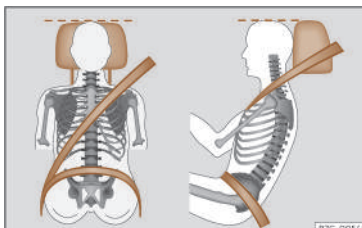

Fig. 15 Nastro della cintura e poggiatesta posizionati correttamente.
- Regolare il poggiatesta portando il suo bordo superiore alla stessa altezza della parte superiore della testa, in nessun caso mai sotto l'altezza degli occhi¹⁾. Tenere la nuca quanto più vicino possibile al poggiatesta >>> **fig. 15**.
- Regolare il sedile longitudinalmente in modo da poter premere completamente i pedali tenendo le ginocchia leggermente piegate e in modo tale che la distanza tra l'area del ginocchio e il cruscotto sia di almeno 10 cm (4 pollici) >>> **fig. 15**.